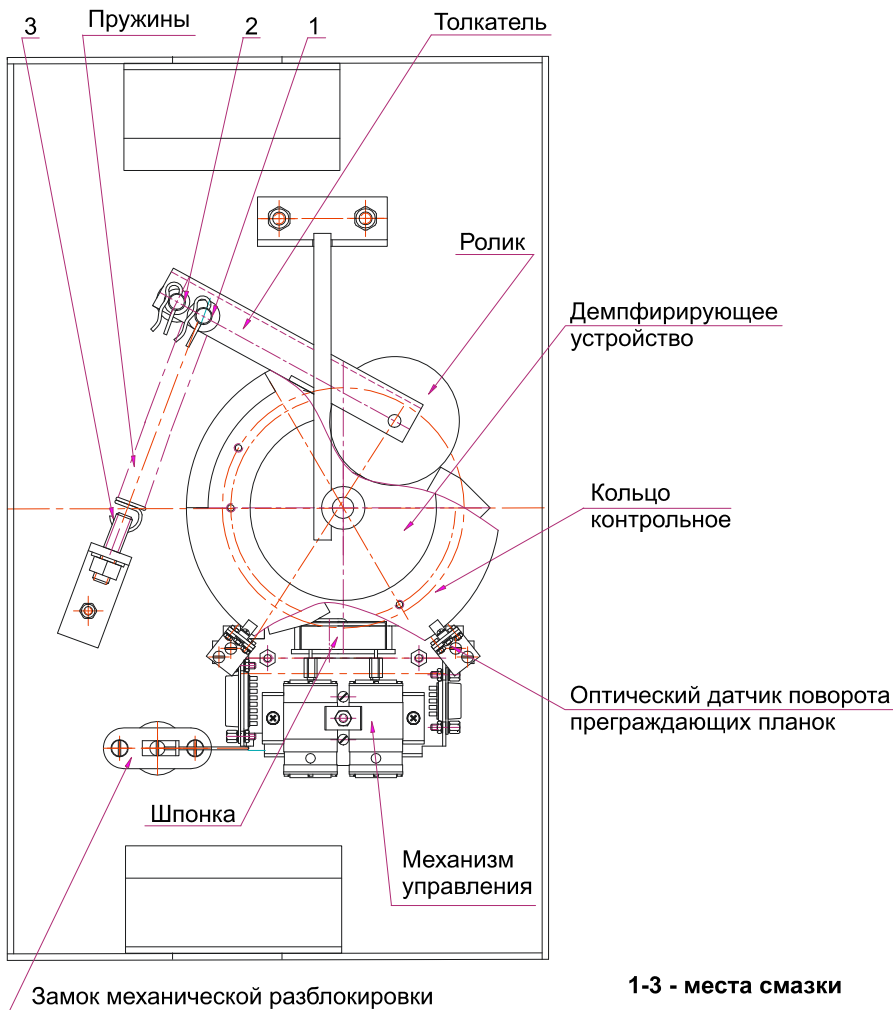

Рисунок 9 — Расположение внутренних деталей и узлов стойки ЭП
- снимите крышку (3) в порядке, указанном в разделе б;
- осмотрите устройство доворота (толкатель, пружины и ролик), оптические датчики поворота преграждающих планок и демпфирующее устройство (см. рисунок 9);
- механизмы секретности замка механической разблокировки (7) и зам-